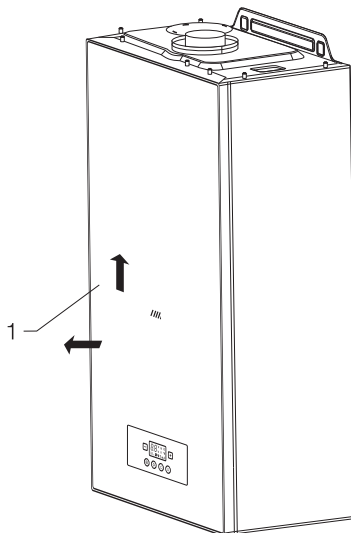

Рис. 12
- для снятия передней крышки потяните ее наружу и вверх (поз.1 рис.12)